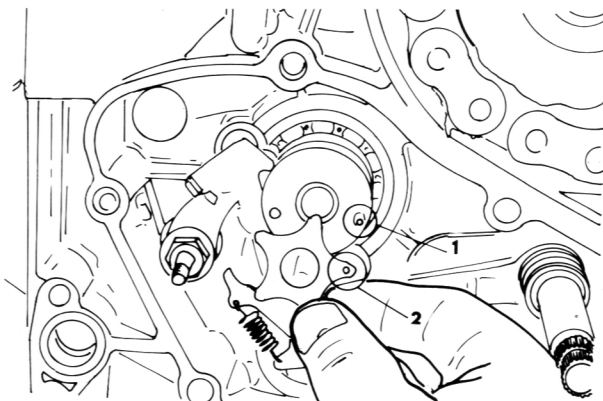

Bild 70
- Das Loch (2) im Schaltwalzenanschlagnocken auf den Stift (1) am Schaltwalzenanschlag ausrichten (Bild 70).
- Das Loch in der Rollenanschlagplatte auf den Stift am Schaltwalzenanschlagnocken ausrichten (ähnlicher Arbeitsvorgang siehe Bild 70).